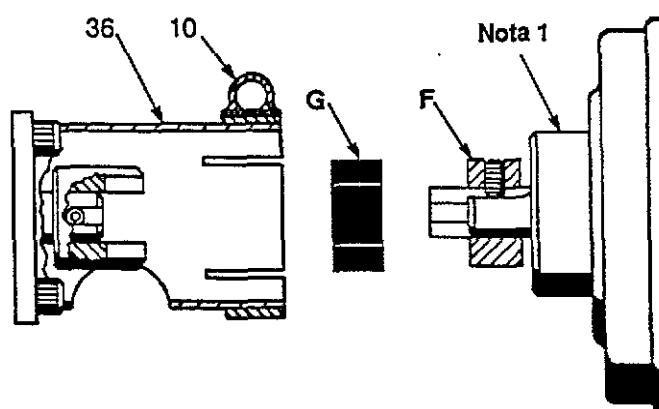

Fig 3
No tratar de reparar personalmente el motor neumático : Ponerse en contacto con un Centro de Mantenimiento Homologado Graco. Cuando se cambia el motor neumático, asegurarse de que la parte (F) del acoplamiento de manguera (7) permanece unido al eje del motor y que los recortes del acoplamiento son de nivel. Véase la Fig. 3. Con la estrella de acoplamiento (G) del acoplamiento instalado, encastrar el cubo del motor neumático en el collar de montaje (36) hasta que éste tome contacto con la cara inferior del motor neumático. Ajustar el collar (10).
Cuando se sustituye la parte del acoplamiento de manguera en el eje de tornillo del reductor, procurar que el extremo del eje tenga el nivel de los recortes del acoplamiento. Véase la Fig. 3.